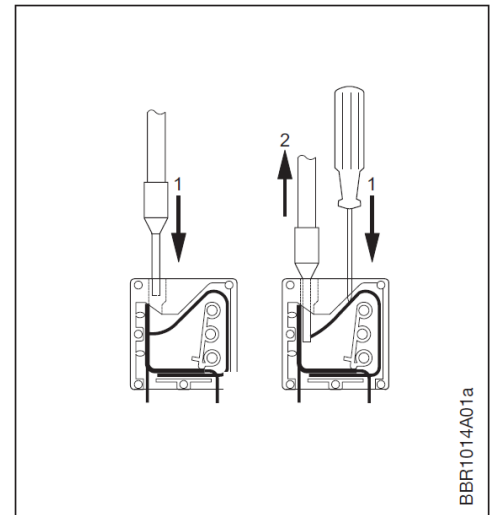

Fig. 3-9: Fjäderklämmor – användning
- Anslutningsplintarna har fjäderklämmor. Den avisolerade ledaren kan i regel utan verktyg tryckas in med ett lätt tryck i fjäderklämman. Alternativt kan klämfjäders avlastas före införel med en lämplig slitsskruvmejsel (se fig. 3-9).
- Avklämning av ledare kan utföras genom lätt tryck med en spårskruvmejsel eller liknande (se fig. 3-9).